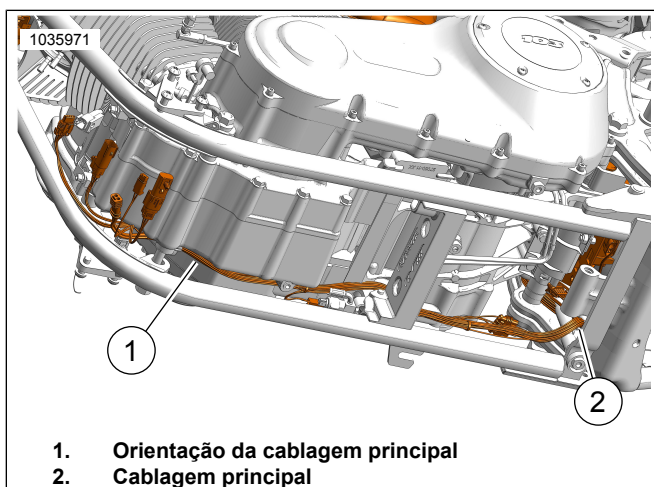

Figura 36. Orientação da cablagem
16. Consultar Figura 36. **Sensor de oxigênio dianteiro (fio longo do chicote):**
- Localize a cablagem principal (2).
- Encaminhar o chicote ao longo do chicote principal (1), em direção ao conector do sensor de oxigênio dianteiro.